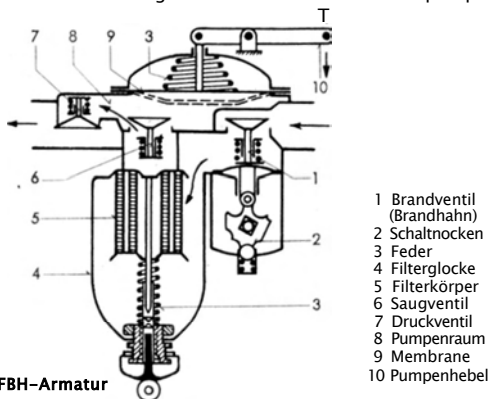

Abb. 13
Der Kraftstoff fließt vom Behälter kommend in der Armatur (Abb. 13) durch das Brandventil (1), die Filterglocke 14), das Filter (5), das Saugventil (6) (den Pumpenraum (8) nur bei der rechten Armatur) und das Druckventil (7) zur Motorzuleitung.
Die Filterscheiben werden beim Einbau durch die Feder (Abb. 13) (3) zusammengepreßt. Die Filterglocke (4) wird durch Rechtsdrehen der Spannschraube (Abb. 12) (13) mit dem Spannbügel (14) fest auf eine kraftstoffbeständige Dichtung gedrückt. Die Spannschraube ist durch eine Federraste gegen Lösen gesichert.
Die Betätigung der Handpumpe (Abb. 13) erfolgt durch einen Hebel im Gerätebrett vom Führerraum aus. Durch Ziehen und Drücken wird der Pumpenhebel (10) und somit die Membrane (9) betätigt, die den Kraftstoff aus dem Behälter ansaugt und ihn zu den Kraftstoffpumpen am Motor drückt.